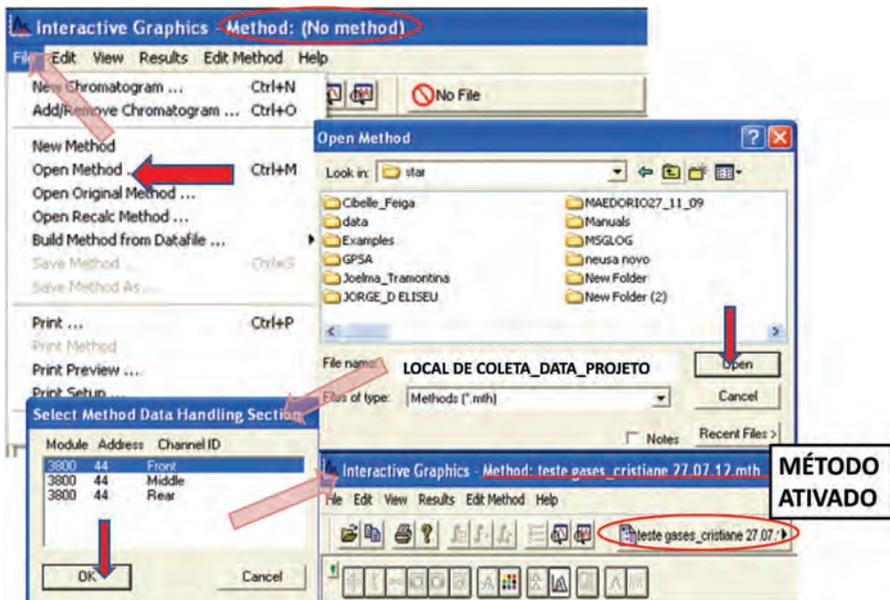

Figura 34. Procedimentos de ativação do método de análise.
- Clicar em **File** e ir em **Open Method** → **Star**; selecionar o método criado [extensão. \*.mth] → **Open** para ativar → **Select Method Data Handling Section** e escolher o canal de identificação - detector (**Front**; **Middle**; **Rear**) → OK; confirmar método ativado na parte superior da tela de automação (Figura 34).